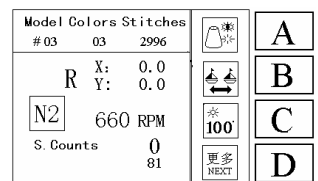
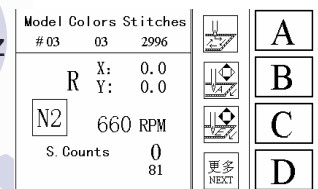
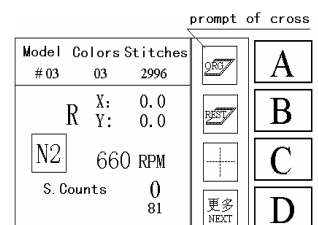

Fig. 7.9.1
Fig. 7.9.2
Fig. 7.9.3
1. No estado de funcionamento (Fig.3.2.1), pressione a tecla  uma vez para mostrar a Fig.7.9.1.
2. Na Fig.7.9.1, pressione a tecla **D** uma vez para mostrar a Fig.7.9.2. Pressione a tecla  uma vez e retorne à tela do estado de funcionamento (Fig.3.2.1).
3. Na Fig.7.9.2, pressione a tecla **D** uma vez para mostrar a Fig.7.9.3. Pressione a tecla  uma vez e retorne ao estado de funcionamento (Fig.3.2.1).
4. Na Fig.7.9.3, pressione a tecla **C** uma vez para mostrar a Fig.7.9.4. Mude o quadro para a posição desejada a fim de que o ponto inicial do bordado seja marcado na coordenada cruzada.
A coordenada no eixo X foi confirmada. Repita a operação para a coordenada no eixo Y. Pressione a tecla **C** uma vez para sair dessa operação e retornar à etapa 4 (Fig.7.9.3).
A coordenada no eixo Y foi confirmada. O sistema criará automaticamente um desenho de posição cruzada cujo código é N° 98. A tela da etapa 4 (Fig.7.9.3) se seguirá automaticamente.